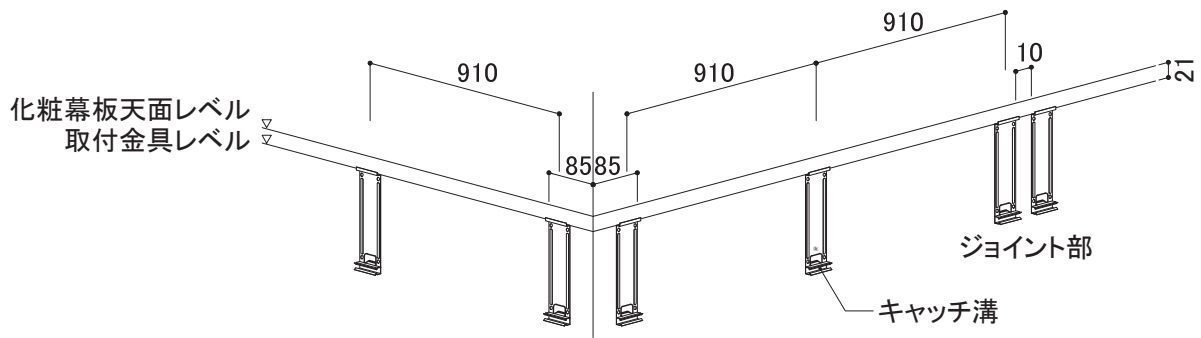

図3 取付金具の割り付け図
2) 取付金具の割り付けと固定(図3、4)
出隅の角部を基準として図3のように取付金具を割り付けます。